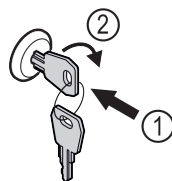

Fig. 173 Représentation à titre d'exemple
- Insérer la clé Fig. 173 (1).
- Tourner la clé à 90° dans le sens horaire Fig. 173 (2).